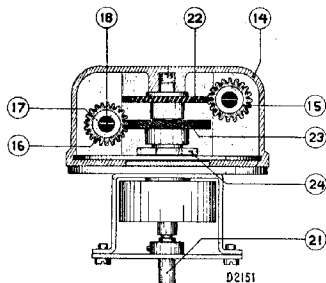

Fig. 9
2. Deksel wegnemen en as met schroefwiel (fig. 9, no. 21, 22) verwijderen.
3. Schroefwiel (23) losnemen waarna potentio-meter met moer (24) los gedraaid kan worden.